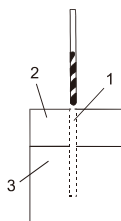

Fig. 8
- À l'aide de pinces, fixez les composants à visser ensemble dans la position désirée (figure 8).
- Percez un trou (1) dans la pièce extérieure (2) et dans la pièce intérieure (3). Percez un trou dont le diamètre équivaut au $\frac{2}{3}$ de la partie lisse de la tige de la vis.